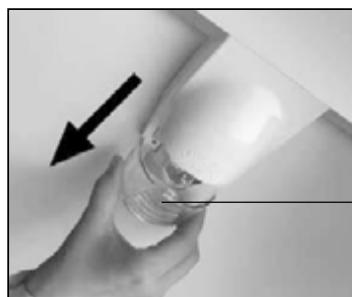

Рисунок 10
12.1 Для освещения XK предусмотрен светильник с лампой накаливания (см. рисунок 10, 11) или светодиодный в зависимости от модели холодильника.